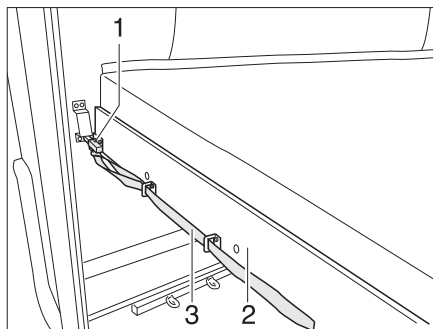

Fig. 175 Litera (parte trasera)
- Tirar del lazo (Fig. 175,3) y soltar el pestillo (Fig. 175,1).
- Tirar el somier (Fig. 175,2) junto con el colchón hacia delante hasta que engatille.